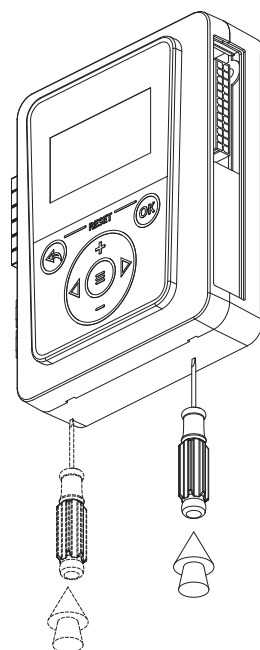

Рис.22 Демонтаж лицевой панели
2. снимите лицевую панель контроллера, ослабив защелки с помощью отвертки (Рис.22);